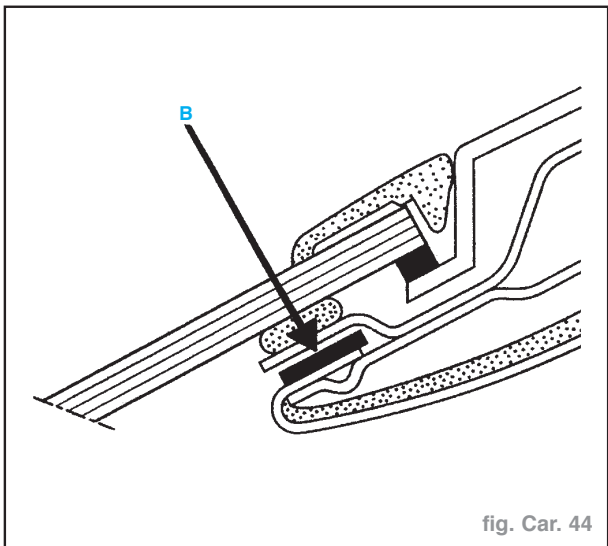

fig. Car. 44
- Engager les anglaisages (**B**) dans la traverse supérieure de pare-brise (fig. Car. 44).